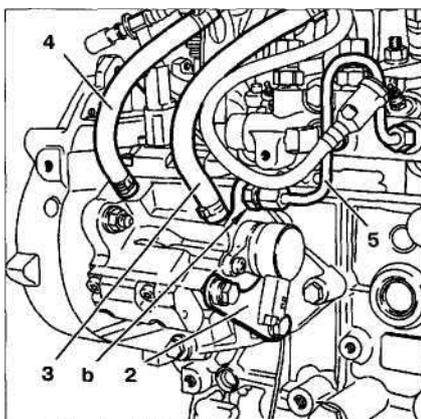

Рис. 7.48. Отсоедините топливопровод высокого давления 5 и заднее крепление 2. Отсоедините нагнетающий 4 и сливной 3 топливопроводы.
5. Отсоедините топливопровод высокого давления 5 и заднее крепление 2 (рис. 7.48). Отсоедините нагнетающий 4 и сливной 3 топливопроводы.